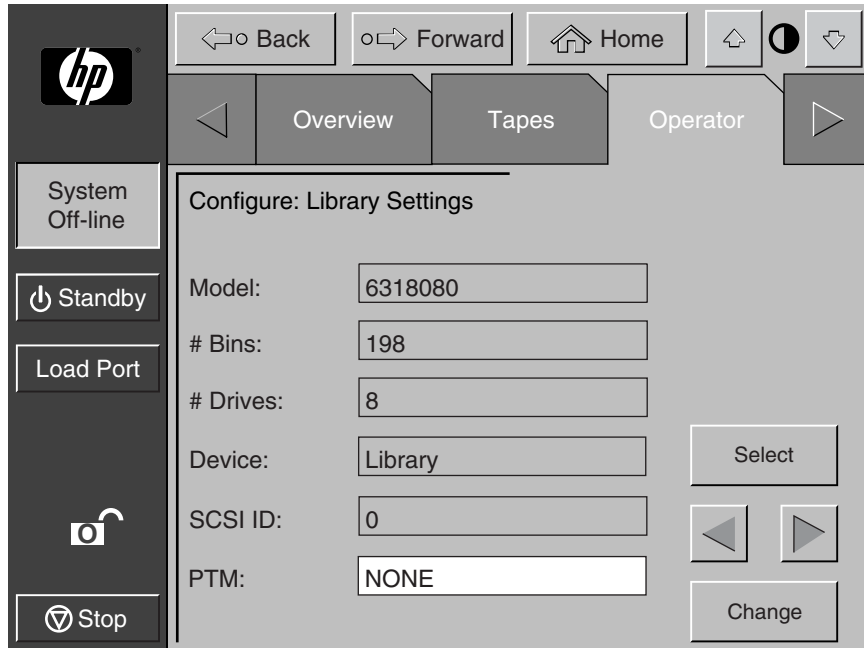

Figura 4-4: Schermata Configure: Library Settings (Configura: Impostazioni libreria) (ESL9198)
2. Premere il pulsante **Configure** (Configura). Il pannello di controllo visualizza la schermata Configure: Configure: Library Settings (Configura: Impostazioni della libreria). Vedere la Figura 4-4. Accertarsi che la libreria sia fuori linea.
Per configurare il meccanismo PTM, impostare l'opzione PTM su None (Nessuno), Right (Destro), Left (Sinistro) o Both (Entrambi). Vedere la Figura 4-4. Questa impostazione regola automaticamente il numero di contenitori nella libreria.